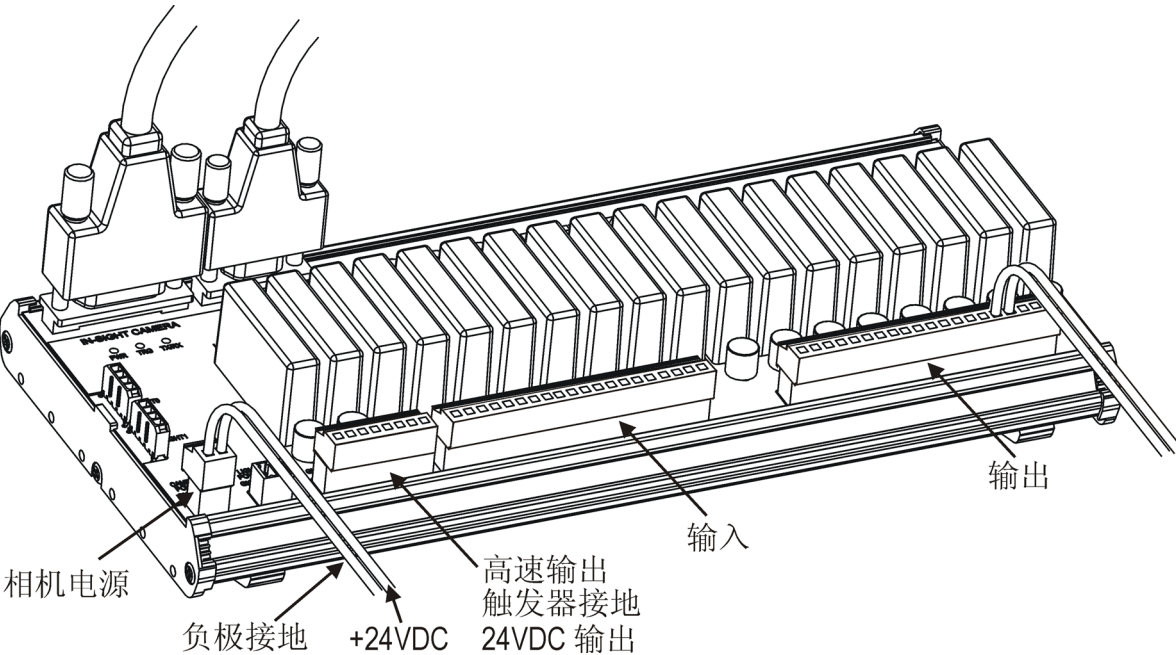

图 2-6: 连接 +24VDC 和接地线
6. 将提供 +24V 电能的 24VDC 和接地的引线插入“扩展模块”上标有“CAMERA POWER”的两脚接线塞中（图 2-6）。